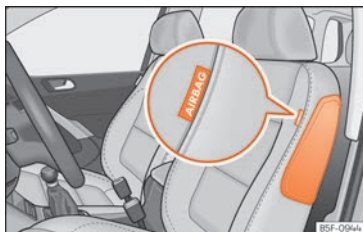
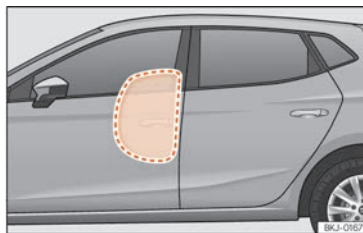

Fig. 29 Airbag lateral din scaunul șoferului.
Fig. 30 Imagine cu airbagul lateral umflat complet, pe partea stângă a autovehiculului.
Airbagurile laterale sunt situate în spătarele scaunelor din față » **fig. 29**, » **fig. 30**.
- Asigurați-vă că sunt corect așezați copiii în scaunele lor și că capetele lor nu se află în zona de declanșare a airbagurilor laterale » **fig. 30**, deoarece airbagurile declanșate i-ar putea lovi și le-ar putea cauza răni severe.